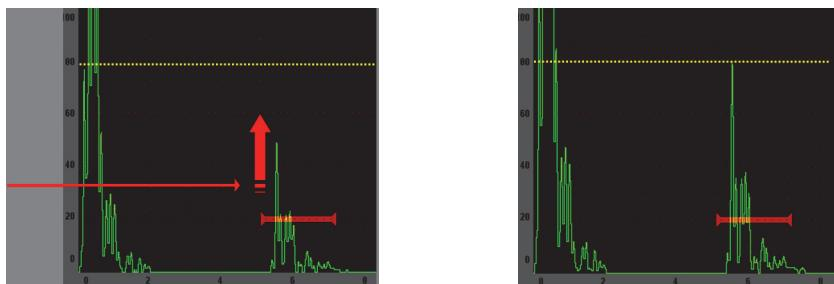

Рис. 2-8 Функция AUTO-XX%
- Нажатие [**2ND F**], (**AUTO XX%**) активирует функцию AUTO XX%, которая автоматически настраивает усиление с целью установить стробированную амплитуду эхо-сигнала на XX% полной высоты экрана (значение XX по умолчанию - 80 %). См. Рис. 2-8 на стр. 37.